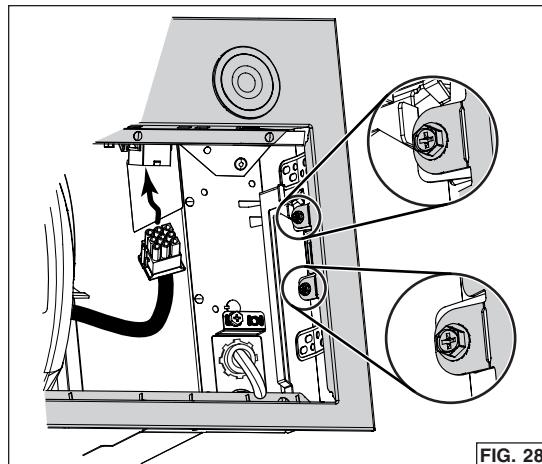

FIG. 28
6. Réinstaller et fixer le châssis sur la hotte à l'aide des 4 vis de retenue (deux par côté, encerclées dans la FIG. 28). Brancher le câble du ventilateur à son connecteur situé sur le châssis.